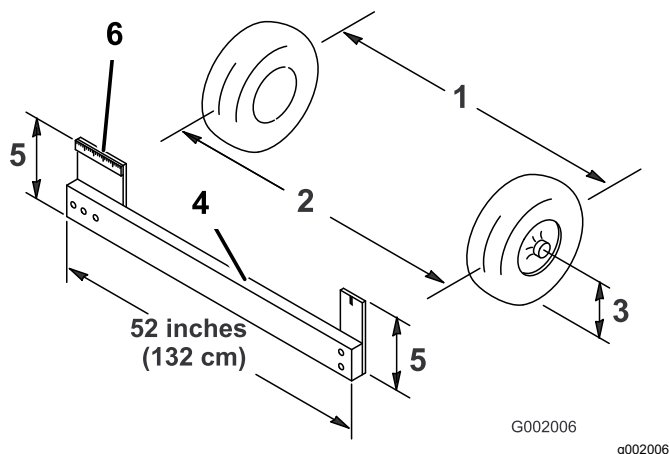

Figura 50
4. Meça a distância entre ambos os pneus dianteiros à altura do eixo na zona dianteira e traseira dos pneus dianteiros (Figura 50).
Nota: Vai necessitar de um objeto ou medidor de alinhamento para obter uma medição precisa da traseira dos pneus dianteiros à altura do eixo. Utilize o mesmo objeto ou medidor de alinhamento para obter uma medição precisa da dianteira dos pneus dianteiros à altura do eixo (Figura 50).